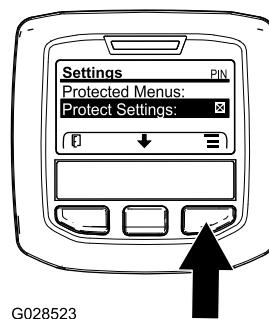

Figura 8
1. Desde el MENÚ PRINCIPAL, use el botón central para desplazarse hacia abajo hasta el menú CONFIGURACIÓN y pulse el botón derecho (Figura 8).